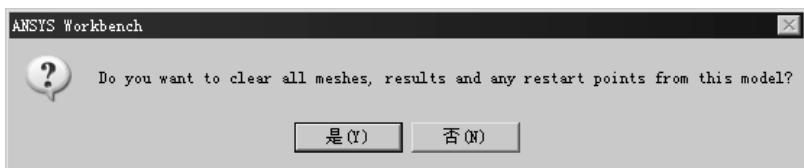

图 5.2.3 “ANSYS Workbench”对话框
如果需要清除几何体中的网格，可以在“Outline”中右击 **Mesh**，在弹出的快捷菜单中选择 **Clear Generated Data** 命令，在弹出的图 5.2.3 所示的“ANSYS Workbench”对话框中单击 **是 (Y)** 按钮即可。